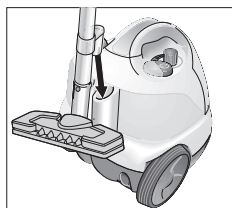

Рис. 8: положення зберігання
• Під час невеликої перерви у роботі трубу для видовження з вмонтованим соплом можна поставити у положення зберігання (див. рис. 8).